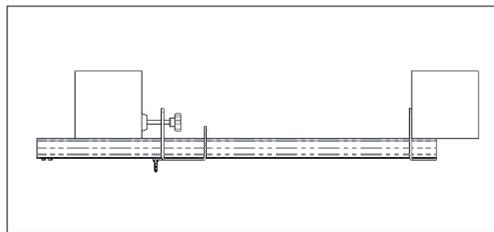

Figura 4.
- Verificare la stabilità del dispositivo [Figura 4].